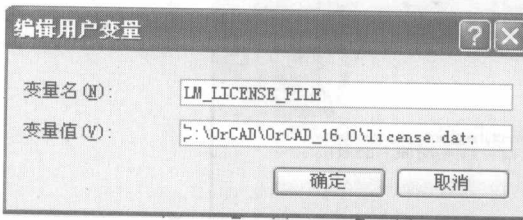

图 1.2.19 用户变量编辑界面
③ 在图 1.2.19 中单击“新建”按钮, 弹出如图 1.2.19 所示用户环境变量编辑对话框, 输入环境变量如“C:\OrCAD\OrCAD_16.0\license.dat”。